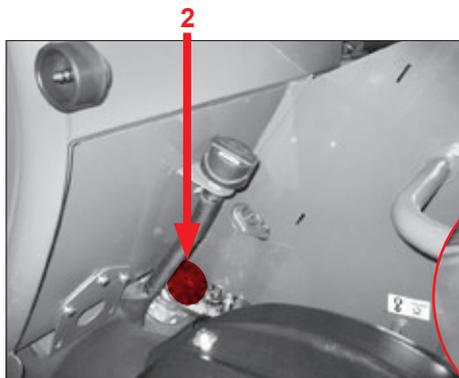

Fig. 115
Det hydrauliske system er udstyret med et returfilter pos. 2 (fig. 115). En indbygget bypass-ventil sikrer returfilteret mod overtryk.
2. Skru dækslet til filterhuset pos. a (fig. 115) af.
3. Tag filterelementet pos. b (fig. 115) ud.
5. Kontrollér tætningen pos. c (fig. 115). Udskift tætningen, hvis den er beskadiget.
6. Skru dækslet til filterhuset pos. a (fig. 115) på.